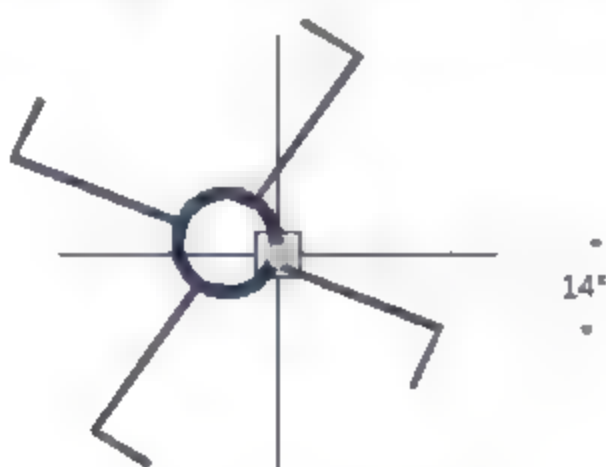

图7-70 激活夹点
**09** 选择块，将光标置于夹点之上，激活夹点，如图7-70所示。